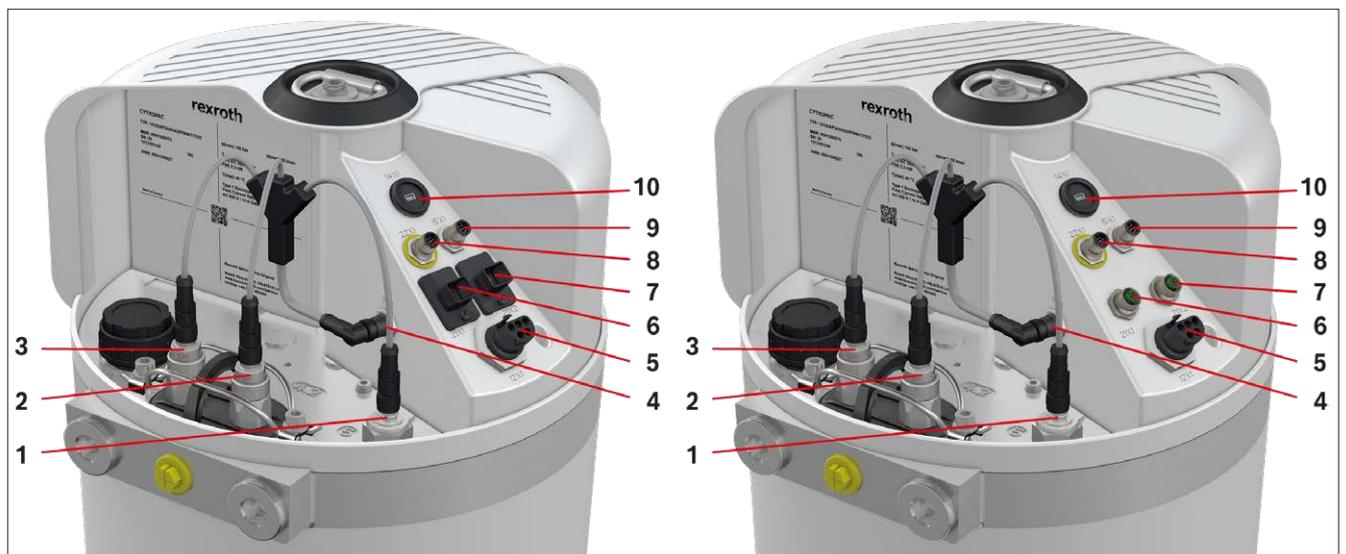

Abb. 25: Elektrische Anschlüsse der Ausbaustufen „Premium“ (links)/„Premium M12“ (rechts)
- ▶ Verbinden Sie den Anschlussstecker für die 24 V-Schnittstelle mit der übergeordneten Maschinensteuerung über den Anschluss 15X1, siehe Abb. 25, Pos. 9.
- ▶ Verbinden Sie den Anschlussstecker für die Einspeisung/Spannungsversorgung mit Anschluss 12X1, siehe Abb. 25, Pos. 5.
- ▶ Verbinden Sie den Anschlussstecker für die Multi-Ethernet-Schnittstelle zur übergeordneten Maschinensteuerung mit Anschluss 21X1, siehe Abb. 25, Pos. 6.